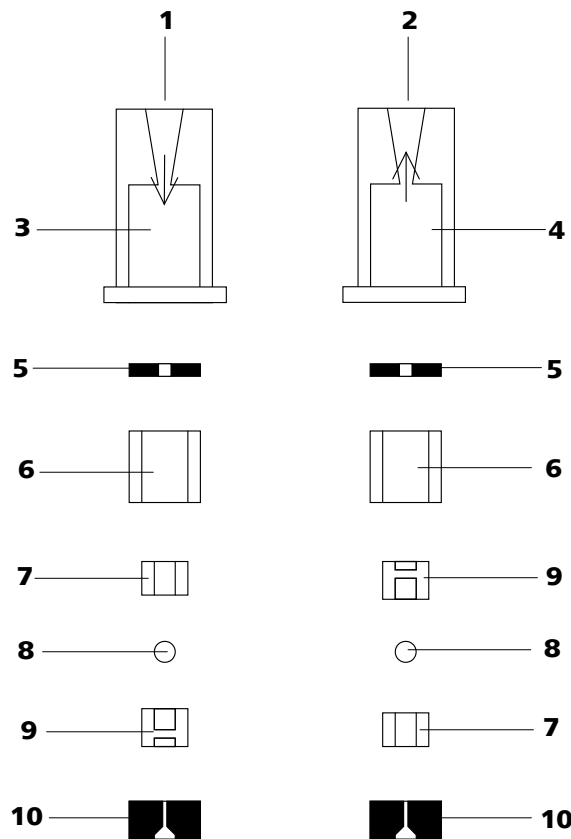

Abbildung 49 Bestandteile von Einlassventil und Auslassventil
- Einlassventil und Auslassventil bestehen aus den gleichen Bestandteilen, die nur unterschiedlich angeordnet sind (siehe Abbildung 49, Seite 85).
Ventilbestandteile *gemäss* Abbildung 49, Seite 85 wieder zusammensetzen.
- Die übrigen Ventilbestandteile in der richtigen Reihenfolge (*siehe Abbildung 49, Seite 85*) aufeinander legen.
Ist dies nicht der Fall, muss das Ventil nochmals zerlegt und richtig zusammengesetzt werden (*siehe Abbildung 49, Seite 85*).